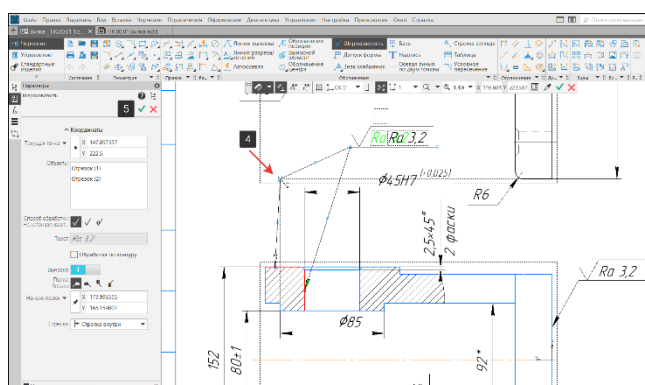

Рисунок 249 – Добавление излома линии-выноски
- Для добавления вершины линии-выноски необходимо кликнуть на точку по середине ответвления (4) и перенести ее в нужное положение. Ответвление будет разбито на два сегмента, точки которых также можно разнести (Рисунок 249). Для удаления излома на ответвлении необходимо указать точку в вершине излома (4) и нажмем клавишу Delete. Точка (4) исчезнет, а ответвление перестроится в соответствии с положением оставшихся точек.
- Для завершения работы нажмем кнопку Завершить (5) (Рисунок 249).